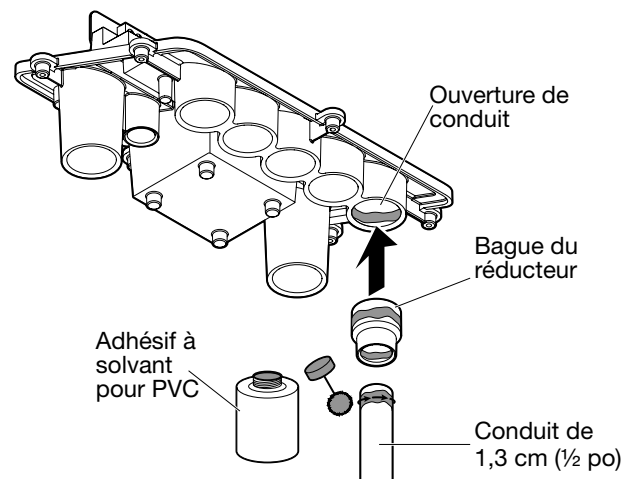

FIG. 7. Utilisation d'un conduit de 1,3 cm (1/2 po)
c. Pour un conduit de 1,3 cm (1/2 po) (voir FIG. 7) :